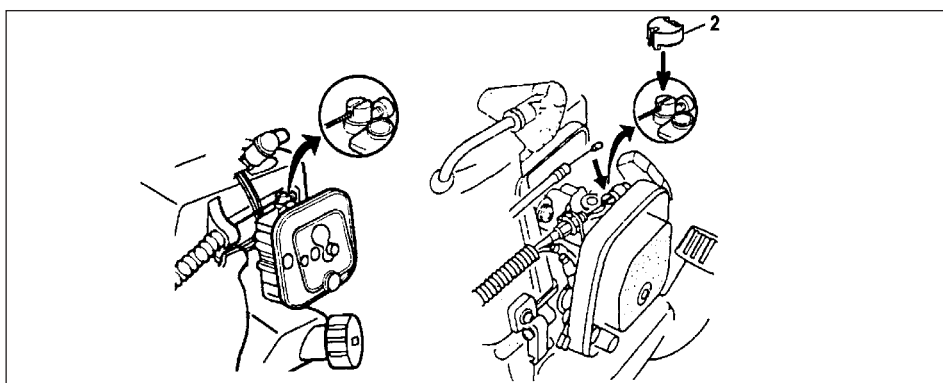

Fig. 1-6
Connecter le câble de commande des gaz au carburateur et installer le capuchon du pivot (2) (le cas échéant) s'il figure dans le sac à outils, sur le pivot. (Fig. 1-6)